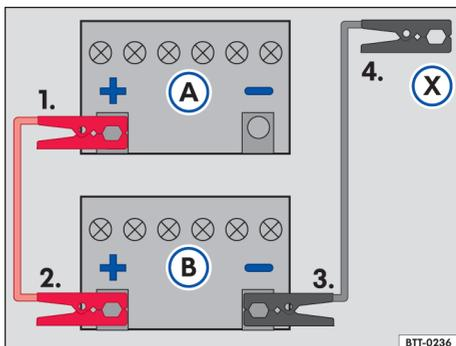

Fig. 147 Esquema para a conexão dos cabos auxiliares de partida: bateria do veículo descarregada (A) e bateria do veículo fornecedora de corrente (B).
Legenda para → Fig. 147:
- Conectar uma extremidade do cabo auxiliar de partida *vermelho* ao polo positivo → Fig. 147 ③ do veículo com a bateria do veículo descarregada ④ → ⚠.
- Conectar a outra extremidade do cabo auxiliar de partida *vermelho* ao polo positivo ⑤ da bateria do veículo fornecedora de corrente ⑥.
- Conectar uma extremidade do cabo de auxílio na partida *preto* ao polo negativo ⑦ da bateria do veículo fornecedora de corrente ⑧.
- Conectar a outra extremidade do cabo auxiliar de partida *preto* ⑨ no veículo com a bateria do veículo descarregada em uma peça maciça de metal aparafusada firmemente ao bloco do motor ou no próprio bloco do motor - porém não nas proximidades da bateria ⑩ → ⚠.